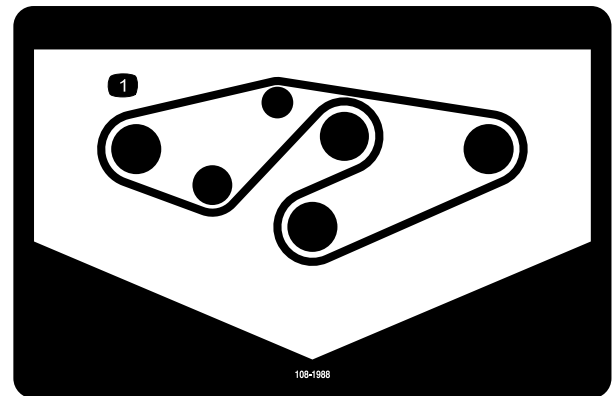

図 32
4. 図のように、スピンドル・プリーとアイドラ・プリーに新しいベルトを回しかける（図 32）。